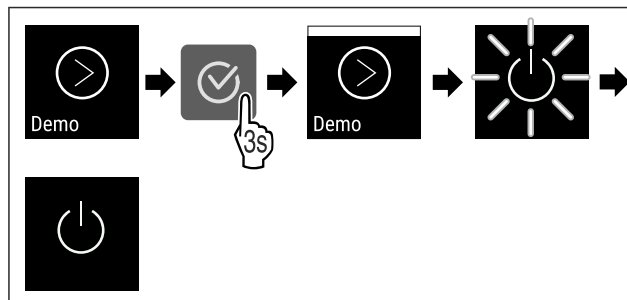

Fig. 90
- ▶ Genomför handlingsstegen (se Fig. 90).